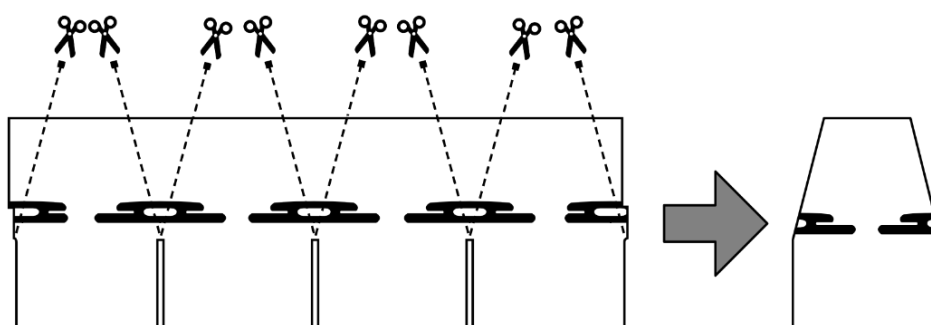

Fig. 10 - Preparazione elementi colmo
- Predisporre gli elementi colmo, andando a tagliare in quattro pezzi una tegola intera e sagomando la parte superiore con una certa inclinazione di taglio -Fig. 10.